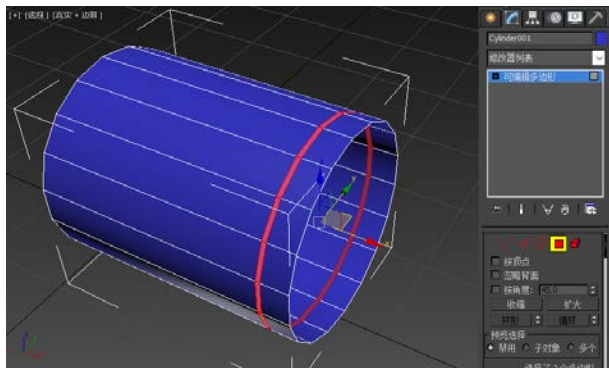

图 3-1-5 选择循环面
STEP 05 进入【修改】面板，单击【多边形】按钮，进入【多边形】子对象，选择视图中的一圈多边形，如图 3-1-5 所示。